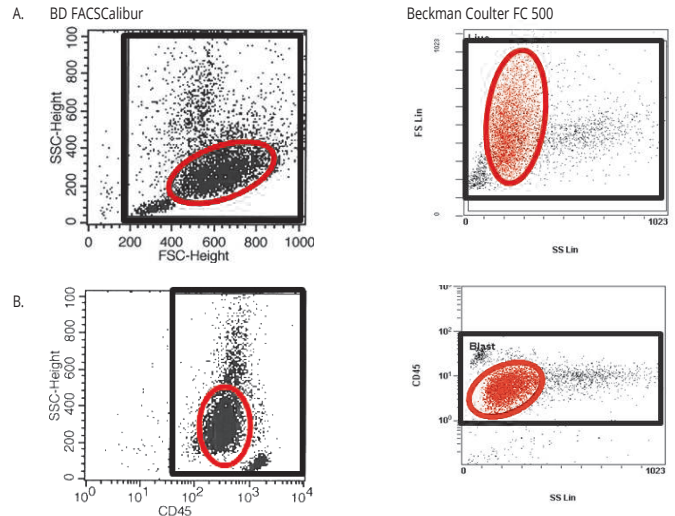

ABBILDUNG 1. Eingrenzungsmethoden zum Erhalt von CD117, CD25 und CD71 Vergleichswerten.
8. Die anomalen Zellen und oder das Gesamt-Leukozyten-„Live“-Gate[®] anhand eines a CD45/SSC oder FSC/SSC Plots eingrenzen. **Siehe Abb. 1.**